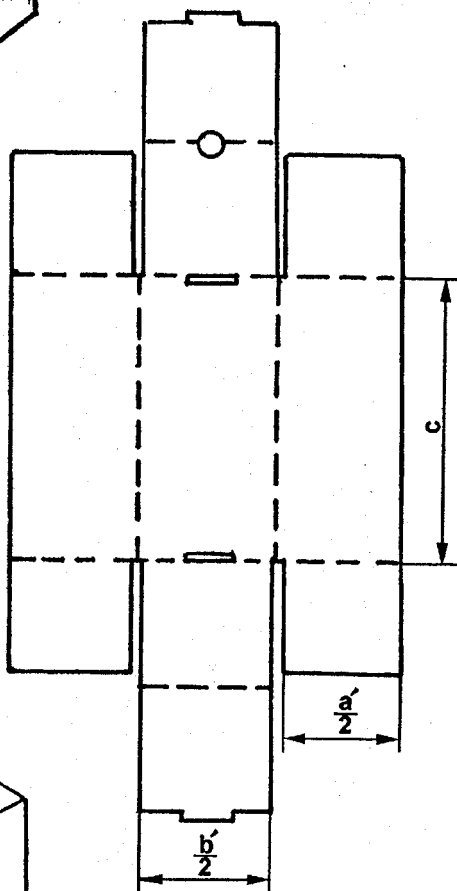

Рис. 8. Развертка ящичка
5. Сделать развертку ящичка (рис. 8). Необходимо обратить внимание, что на развертке указаны размеры **a** и **b**, они отличаются от размеров **a** и **b** корпуса из-за толщины картона корпуса и полки.